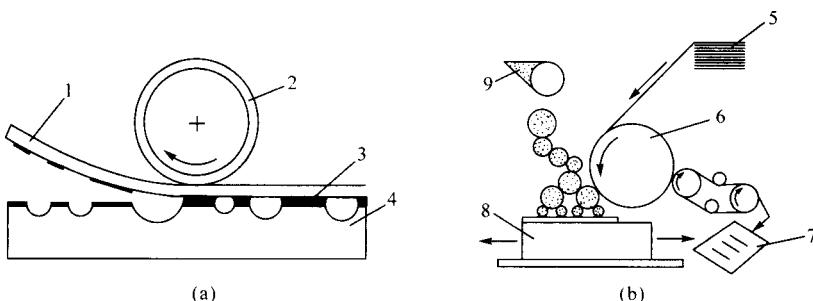

图 1-2
(2) 凸版印刷：用凸版施印的一种印刷方式。凸印版上空白部分凹下，图文部分凸起并且在同一平面或同一半径的弧面上。如图 1-2(a)、(b)所示，印刷时，墨辊首先滚过印版表面，使油墨粘附在凸起的图文部分，然后承印物和印版上的油墨相接触，在压力的作用下，图文部分的油墨转移到承印物表面。